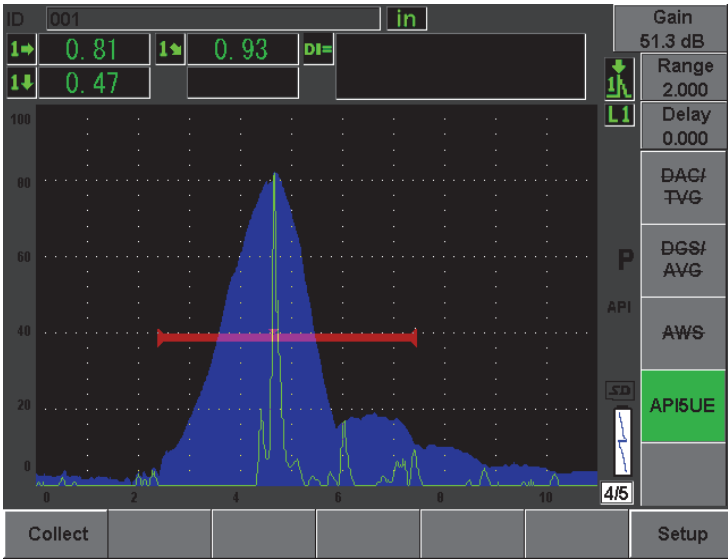

图 12-23 在包络模式下采集校准数据
4. 按 **[P1]**，从包络上收集 A_{\max} （最大波幅）、 T_1 、 T_2 数据（参见第 256 页的图 12-23）。